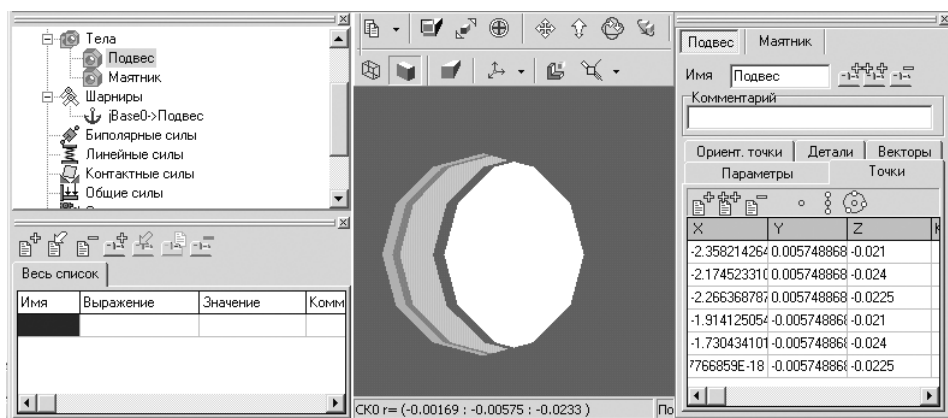

Рис. 1.26. Результат создания промежуточных и искоемых точек связи
- результаты получения нужных нам точек представлены на рис. 1.26.